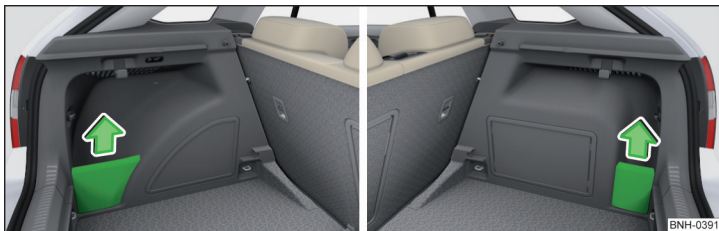

Fig. 81 Îndepărtarea capacului compartimentului de depozitare stânga/dreapta
► Prindeți capacul de partea de sus și scoateți-l în sensul săgeții » fig. 81.